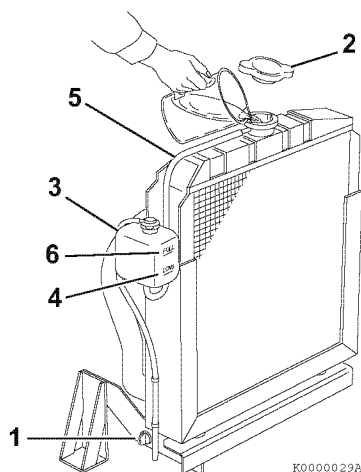
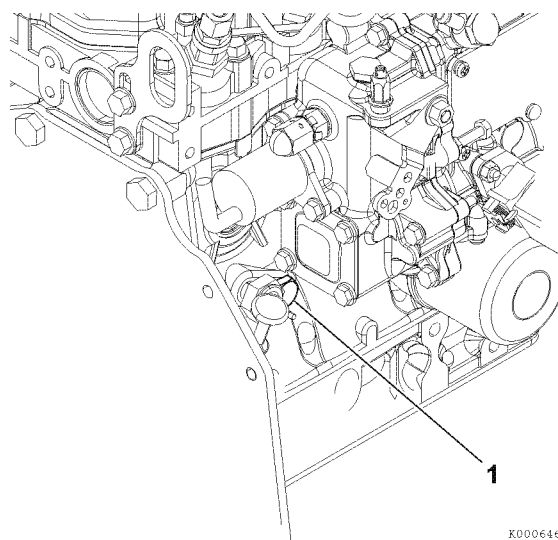

Рисунок 5
Рисунок 6
1. Убедитесь, что установлена и затянута сливная пробка радиатора либо закрыт сливной краник (1, **Рисунок 5**). Также убедитесь, что вставлена сливная пробка охлаждающей жидкости (1, **Рисунок 6**) в блоке цилиндров.
2. Снимите крышку радиатора (2, **Рисунок 5**), повернув ее против часовой стрелки приблизительно на 1/3 оборота.
4. Установите на место крышку радиатора (2, **Рисунок 5**). Совместите лапки на обратной стороне крышки радиатора с пазами в заливной горловине. Нажмите на крышку и поверните ее по часовой стрелке приблизительно на 1/3 оборота.
5. Снимите крышку с расширительного бачка (3, **Рисунок 5**), и заполните его охлаждающей жидкостью до отметки LOW (COLD) (4, **Рисунок 5**). Установите крышку на место.
6. Проверьте шланг (5, **Рисунок 5**), соединяющий расширительный бачок (3, **Рисунок 5**) с радиатором. Убедитесь, что он надежно присоединен и в нем отсутствуют трещины и повреждения. Если шланг поврежден, вместо перетекания в расширительный бачок охлаждающая жидкость будет вытекать.
7. Запустите двигатель и подождите пока он достигнет рабочей температуры. Проверьте уровень охлаждающей жидкости в расширительном бачке. Когда работает двигатель и охлаждающая жидкость имеет нормальную температуру, уровень охлаждающей жидкости в бачке должен находиться на отметке FULL (HOT) (6, **Рисунок 5**) или вблизи нее. Если уровень охлаждающей жидкости ниже отметки FULL (HOT), долейте охлаждающую жидкость в расширительный бачок, чтобы ее уровень поднимался до отметки FULL (HOT).
1. Проверьте уровень охлаждающей жидкости в расширительном бачке. При холодном двигателе уровень охлаждающей жидкости в расширительном бачке должен находиться на отметке LOW (COLD) (**Рисунок 5, (4)**), нанесенной на бачке, или немного выше нее.
Если при холодном двигателе уровень охлаждающей жидкости находится на отметке FULL (HOT) (**Рисунок 5, (6)**), при нагревании охлаждающая жидкость расширится и может выплескиваться через переливной шланг.